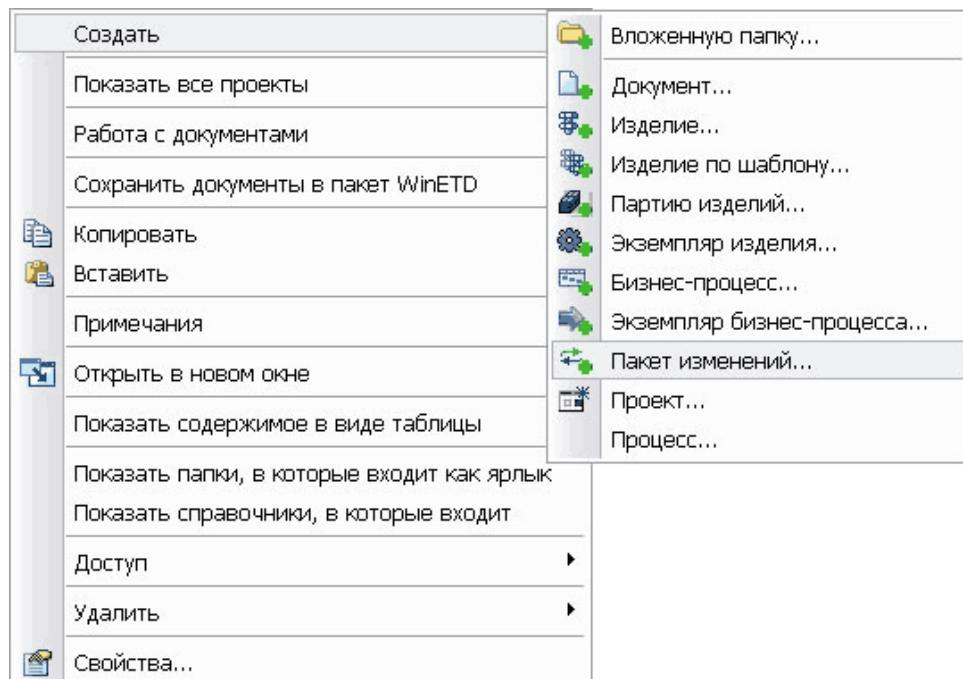

Рис. 56
2. В появившемся меню выберите пункт **Создать → Пакет изменений** (Рис. 56).